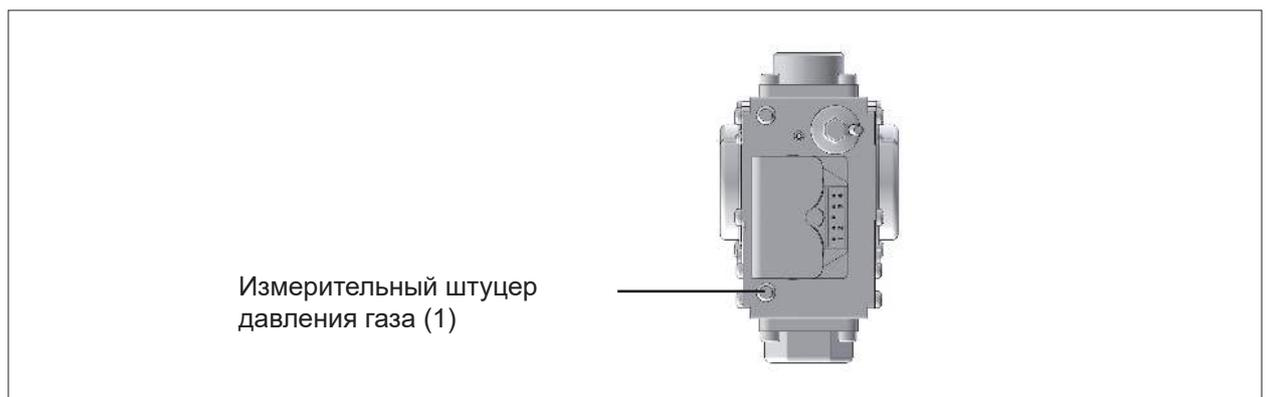

Рис. 6.2 Измерительный штуцер давления газа
- ▶ Ослабить резьбовую пробку на измерительном штуцере (1) (Рис. 6.2) и выпустить воздух из газовой линии.
- ▶ - Подключить дифференциальный манометр или манометр с U-образной трубкой к измерительному штуцеру (1), выводу «+». Выход «-» должен использоваться для атмосферы.